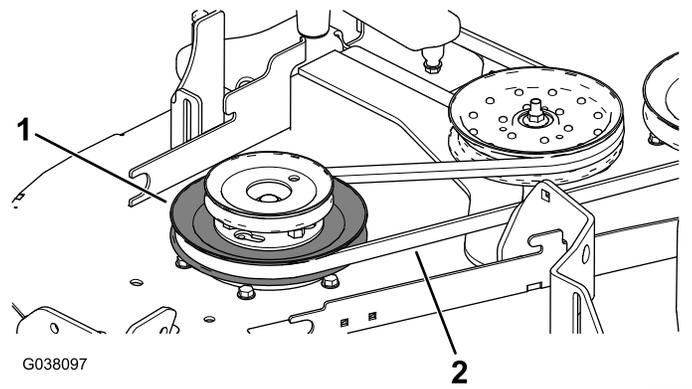

Figure 32
- 6. Chaussez la courroie du plateau de coupe sur la poulie inférieure de la double poulie (Figure 32).